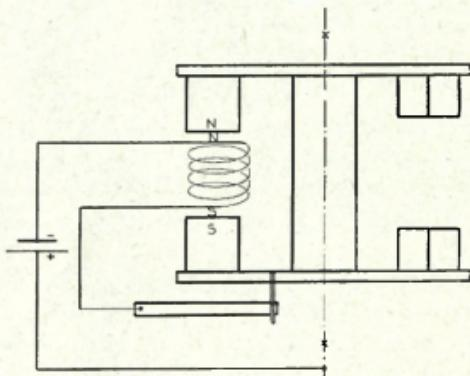

Fig. 14
**2o Balancier et échappement** : le balancier est constitué d'un axe vertical à deux pivots supportant deux canons en fer doux sur lesquels sont rivés deux flasques également en fer doux auxquels sont collés deux aimants. On obtient ainsi (fig. 14) un ensemble
On voit donc (fig. 14) que lorsque la goupille vient en contact avec la lame, le circuit électrique est fermé. En effet, le courant partant du pôle + de la pile arrive à la goupille en or par la masse du mouvement, le spiral et le balancier, franchit le contact goupille-lame, traverse la bobine et revient au pôle — de la pile.